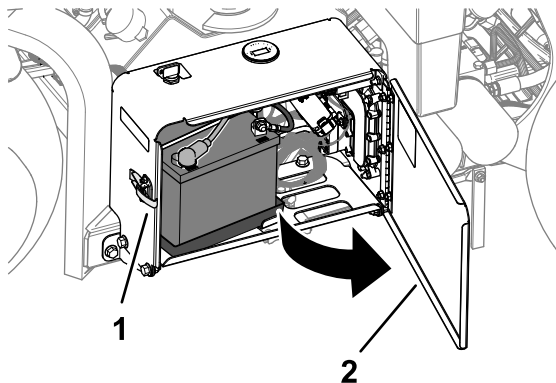

Figura 169
1. Sbloccate lo sportello del vano batteria e apritelo (Figura 169).